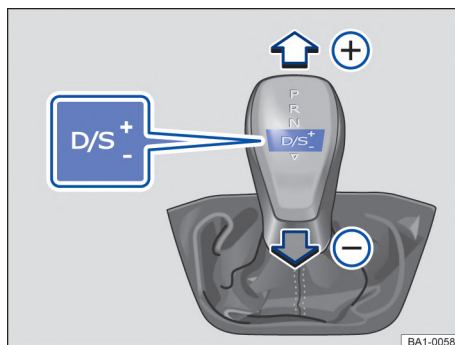

Fig. 92 Palanca selectora en la posición Tiptronic.
- Mover la palanca selectora hacia adelante (+) o para atrás (-), para aumentar o disminuir la marcha → fig. 92. ▶